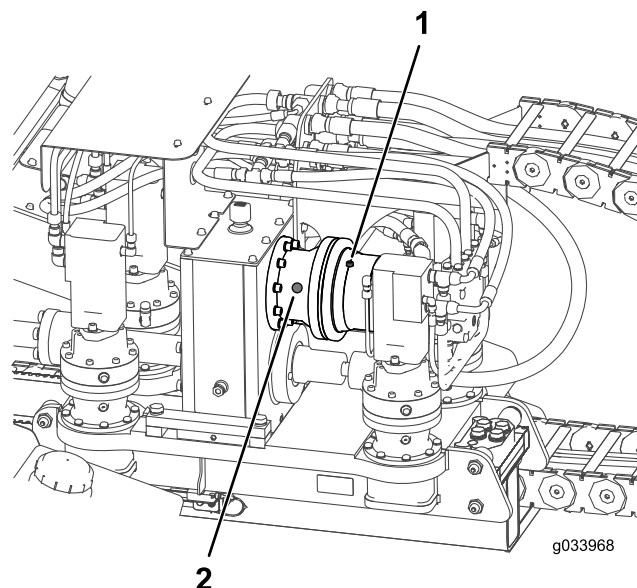

**Bild 104**
2. Prüfen Sie den Ölstand im Schauglas am Planetengetriebe des Drehmotors (Bild 104).
3. Wenn der Ölstand niedrig ist, entfernen Sie die Ölstandsschraube (Bild 104).